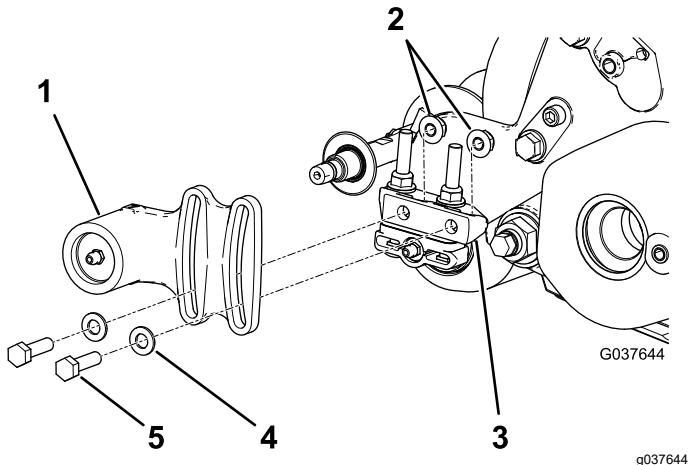
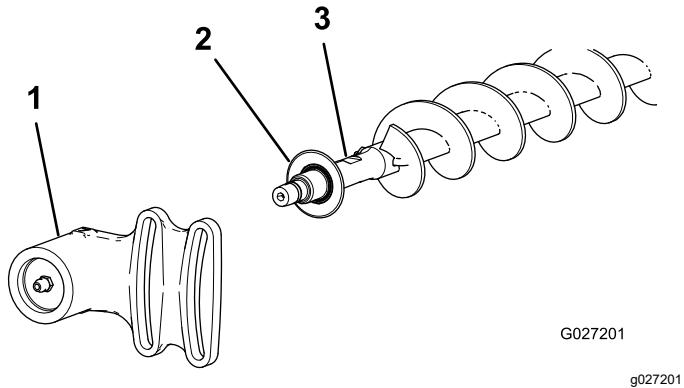

Figure 20
Figure 21
- Si une brosse à rouleau est montée sur l'unité de coupe, enlevez les 2 boulons, rondelles et écrous qui fixent le logement de roulement libre au support de fixation du logement de roulement (Figure 20 et Figure 21).
- Faites glisser le logement de roulement libre et le joint d'étanchéité pour les déposer de l'arbre de la brosse (Figure 21).
- Montez le joint d'étanchéité et le logement de roulement libre sur l'arbre de brosse (Figure 21).